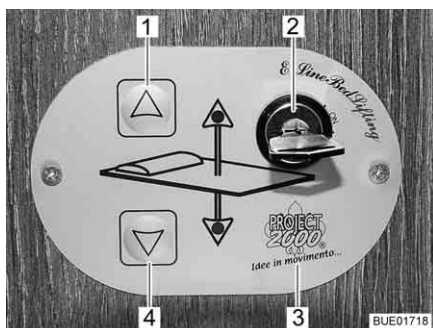

Fig. 131 Commande
Commande Les touches (Fig. 131,1 et 4) sur l'unité de commande (Fig. 131,3) permettent d'abaisser ou de relever le lit escamotable. L'interrupteur à clé (Fig. 131,2) permet de protéger l'unité de commande contre toute utilisation non autorisée.
- Tourner la clé de 90° dans le sens des aiguilles d'une montre dans l'interrupteur à clé (Fig. 131,2). L'unité de commande (Fig. 131,3) est activée.
- Appuyer sur la touche fléchée (Fig. 131,4) et la maintenir pressée jusqu'à ce que le lit escamotable ait atteint la position désirée vers le bas.
- Appuyer sur la touche fléchée (Fig. 131,1) et la maintenir pressée jusqu'à ce que le lit escamotable ait atteint sa position finale supérieure.
S'il n'est plus possible de déplacer le lit escamotable avec les touches fléchées (Fig. 131,1 et 4), contrôler d'abord le fusible dans le meuble haut arrière (Fig. 134,1) (voir paragraphe 8.9.1). Si le fusible n'est pas défectueux mais qu'il n'est toujours pas possible de déplacer le lit escamotable, ce dernier peut l'être manuellement.